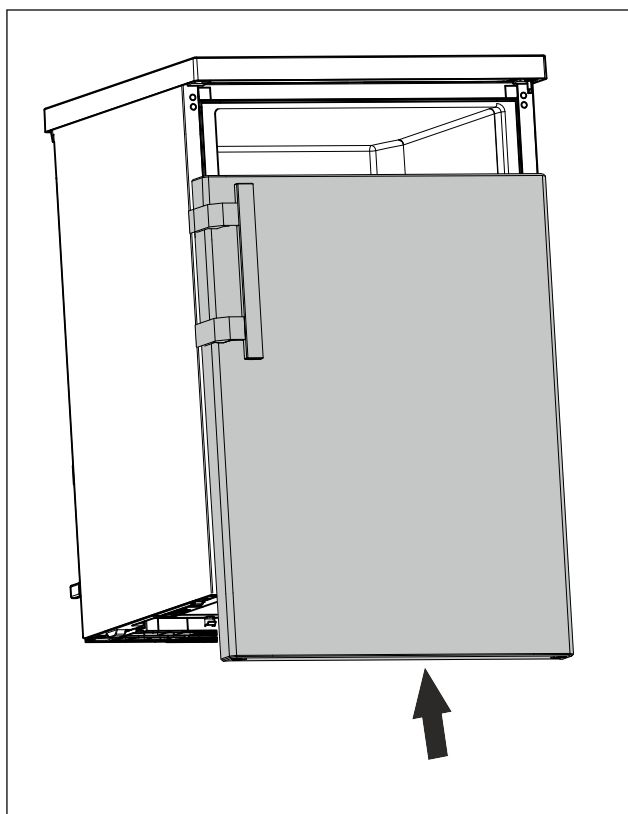

Fig. 15
- ▶ Inserire la porta chiusa sul perno superiore. (vedere Fig. 15)